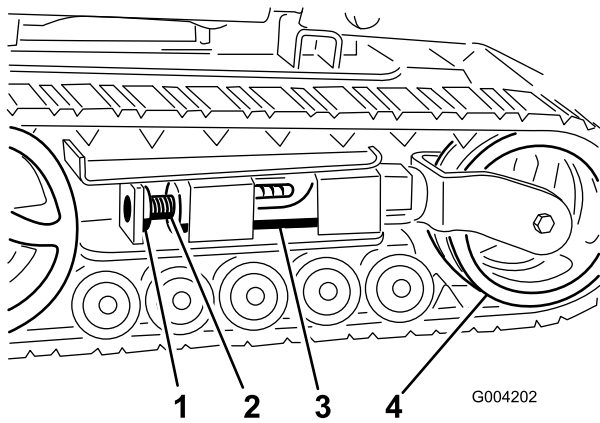
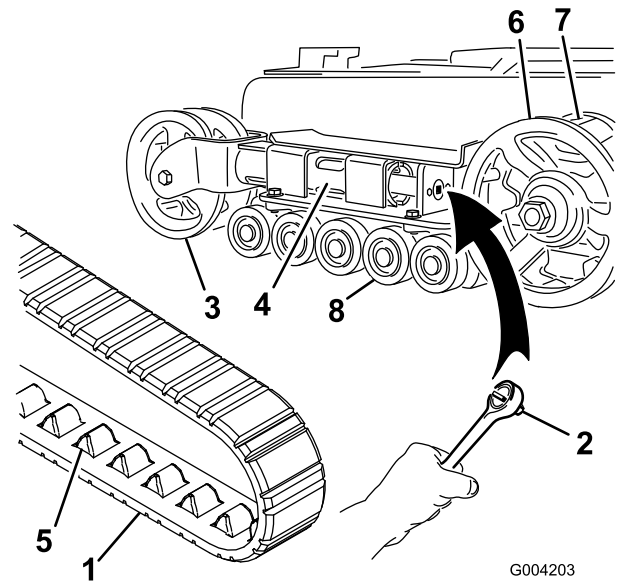
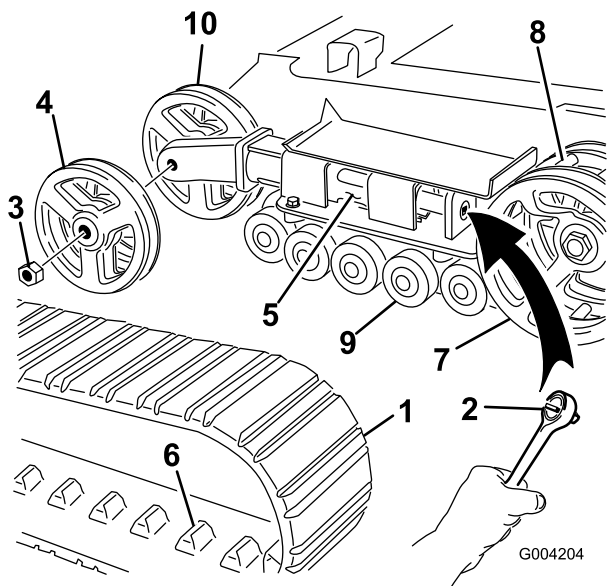

Figura 47
Figura 48
Figura 49
4. Retire el perno de bloqueo y la tuerca (Figura 47).
- Alinee la muesca más próxima del tornillo tensor con el taladro del perno de bloqueo, y fije el tornillo con el perno de bloqueo y la tuerca (Figura 47).
- Empuje la rueda tensora hacia la parte de atrás de la unidad de tracción para mover el tubo tensor contra el bastidor (Figura 48).
- Cuando haya retirado la oruga de la rueda tensora, retírela del piñón de arrastre y de las ruedas de rodaje (Figura 48).
- Empezando en la rueda motriz, pase la oruga nueva alrededor de dicha rueda, asegurándose de que los salientes de la oruga encajen entre los dientes del piñón (Figura 48).
- Empuje la oruga por debajo de y entre las ruedas de rodaje (Figura 48).
Nota: Tiene orugas estrechas si las ruedas de tensión delanteras están montadas dentro de una horquilla en el extremo del tubo de tensión (Figura 48).
- Retire el perno de bloqueo y la tuerca (Figura 47).
- Usando una llave de carraca de ½", alivie la tensión en la oruga girando el tornillo tensor en sentido horario (Figura 47 y Figura 48).
Nota: Tiene orugas estrechas si las ruedas de tensión delanteras están montadas en los laterales del extremo del tubo de tensión (Figura 49).
5. Usando una llave de carraca de ½", alivie la tensión en la oruga girando el tornillo tensor en sentido horario (Figura 47 y Figura 49).
6. Empuje la rueda tensora hacia la parte de atrás de la unidad de tracción para mover el tubo tensor contra el bastidor (Figura 49).
7. Retire la tuerca que fija la rueda tensora exterior y retire la rueda (Figura 49).
8. Retire la oruga (Figura 49).
9. Retire la tuerca que fija la rueda tensora interior y retire la rueda (Figura 49).
13. Instale la rueda tensora interior y fíjela con la tuerca que retiró anteriormente (Figura 49).
15. Instale la oruga nueva, asegurándose de que los salientes de la oruga encajen entre los dientes del centro la rueda motriz (Figura 49).
16. Instale la rueda tensora exterior y fíjela con la tuerca que retiró anteriormente (Figura 49).
6. Coloque el tapón engrasado sobre la cabeza del perno (Figura 48).
7. Sujete el tapón de la rueda de rodaje con la anilla a presión (Figura 48).